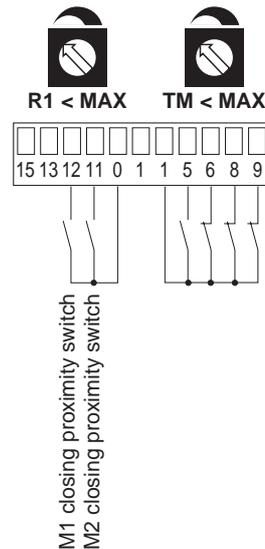

Abb. 5.3
- (Abb. 5.3) **Die Flügel stoppen über mechanische Endanschläge. Bei Hinderniserfassung reversieren die Antriebe.** Bewegungszeit auf 2-3 Sekunden mehr einstellen als tatsächlich von dem Flügel benötigt wird ($TM < MAX$) und schließen Sie die Vorendschalter an die Klemmen 0-11-12 an und platzieren Sie sie 2-3 s vor dem mechanischen Anschlag.